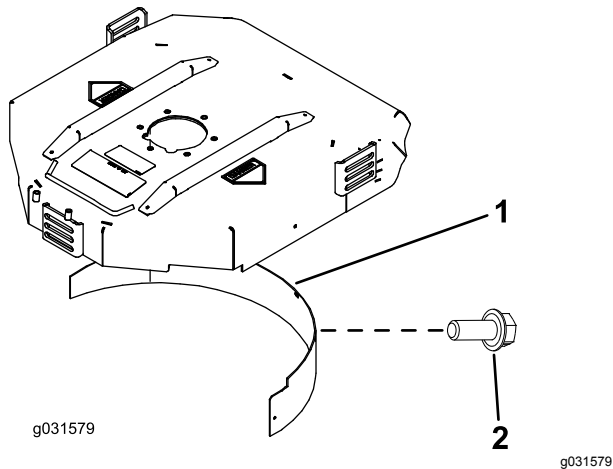

図 19
2. 後部の取り付け穴にマルチングバツフルを取り付け、フランジヘッドボルト 5 本で固定する 図 19。